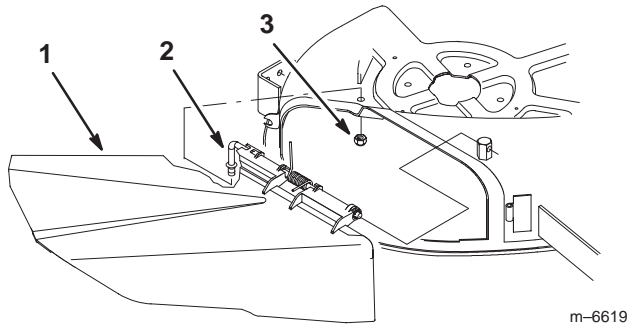

Figure 16
1. Repérez l'emplacement du déflecteur d'herbe et des fixations à la Figure 16.
2. Insérez la tige à l'avant du déflecteur dans la courte cheville de positionnement sur le plateau de coupe. Fixez l'extrémité arrière de la tige dans le plateau de coupe à l'aide d'un écrou (3/8 pouce) (Fig. 16).